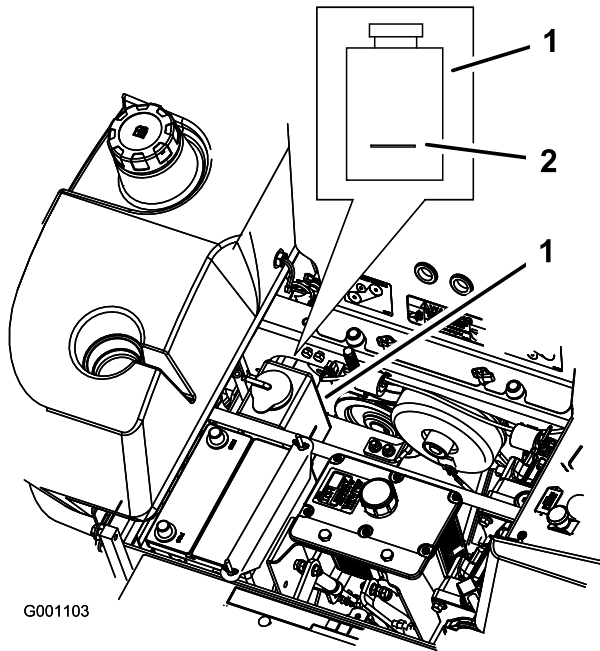

Figure 67
3. Lorsque le moteur est froid, vérifiez le niveau de liquide dans le vase d'expansion. Le liquide doit atteindre la bosse à l'extérieur du vase d'expansion (Figure 67).
4. Si le niveau de liquide est insuffisant, versez un mélange 50/50 d'antigel longue durée et d'eau dans le vase d'expansion (Figure 67).
5. Versez une quantité suffisante de mélange 50/50 dans le vase d'expansion pour atteindre le trait de repère (Figure 67).